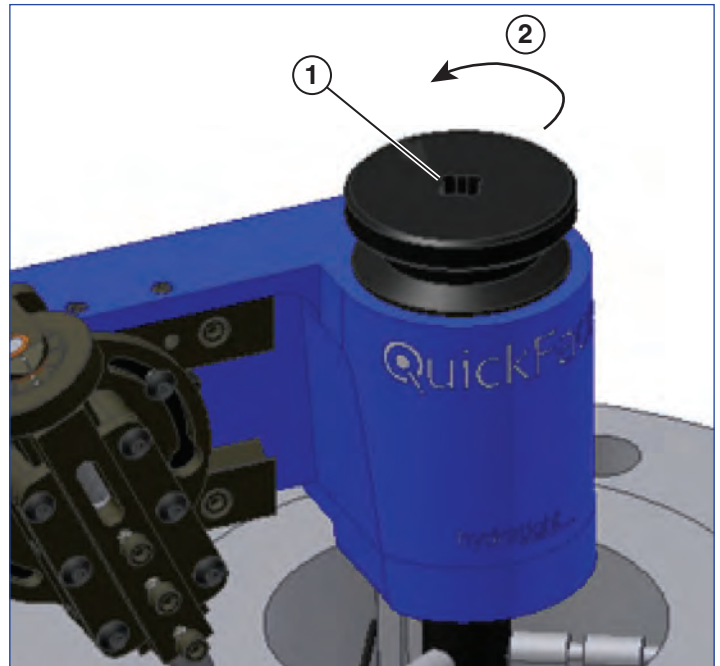

Figura 15
- Si la superficie está como se necesitaba, retire la máquina girando la maneta de bloqueo del mandril en sentido antihorario (véase **la Figura 15**). Si la superficie necesita un nuevo corte, repita los pasos 4 a 11 hasta acabar.